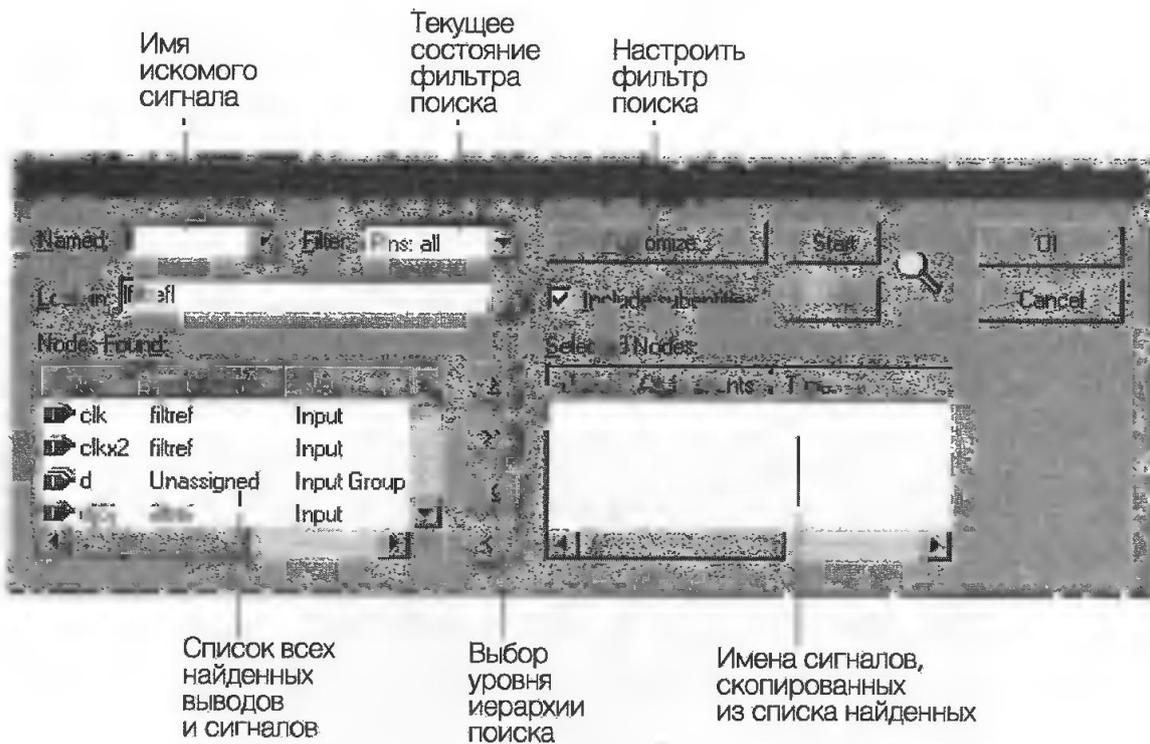

Рис. 3.58
4. Чтобы найти нужный узел, в окне **Node Finder** (окно поиска узлов) из списка **Filter** выберите **Pins: all** (все выводы) и нажмите кнопку **Start** (рис. 3.58).